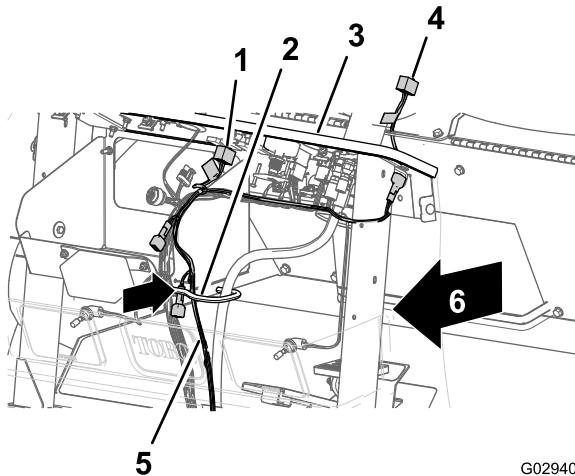

Figura 15
3. Encaminhe a secção de 240 cm da cablagem do painel de instrumentos através do olhal na abertura do anteparo frontal e entrada do cabo e gancho do tubo (Figura 15).